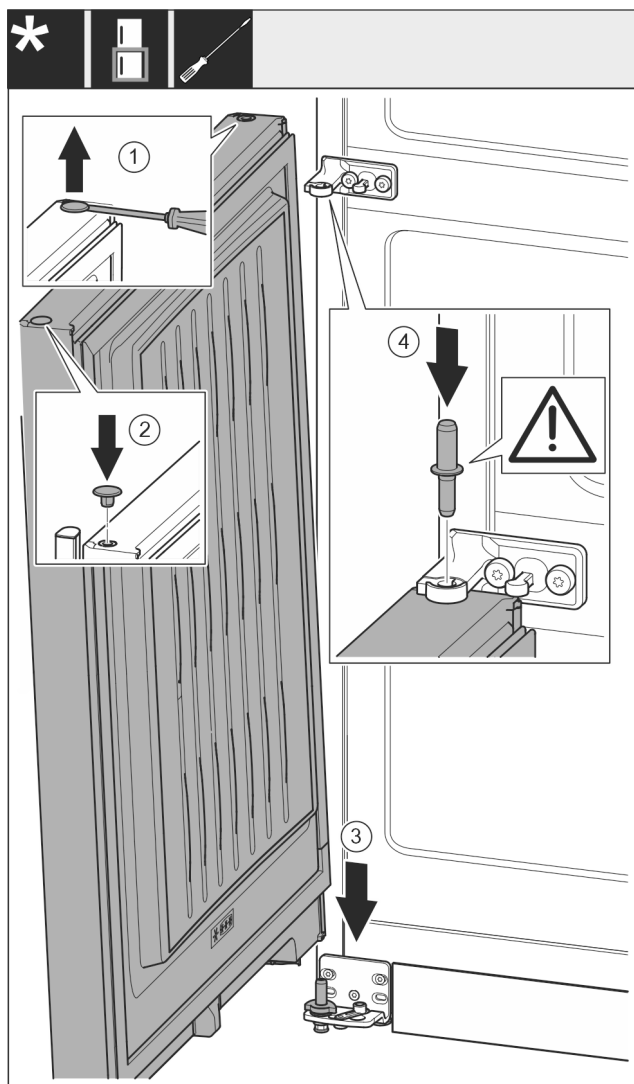

Fig. 56
- ▶ Осторожно приподнимите шлицевой отверткой заглушку Fig. 56 (1) и извлеките ее.
- ▶ Снова установите заглушку Fig. 56 (2) с другой стороны двери.
- ▶ Установите дверь Fig. 56 (3) сверху на нижний опорный палец.
- ▶ Вставьте средний опорный палец Fig. 56 (4) через средний опорный кронштейн в нижнюю дверь. При этом проследите за тем, чтобы выступ фиксатора был направлен назад.